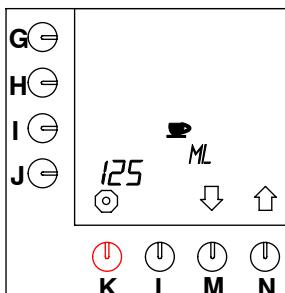

Fig. 24 Capacidad de una taza
- Mantenga apretada la tecla de programación (N.)↑ hasta que en el display aparezca fig. 24 .